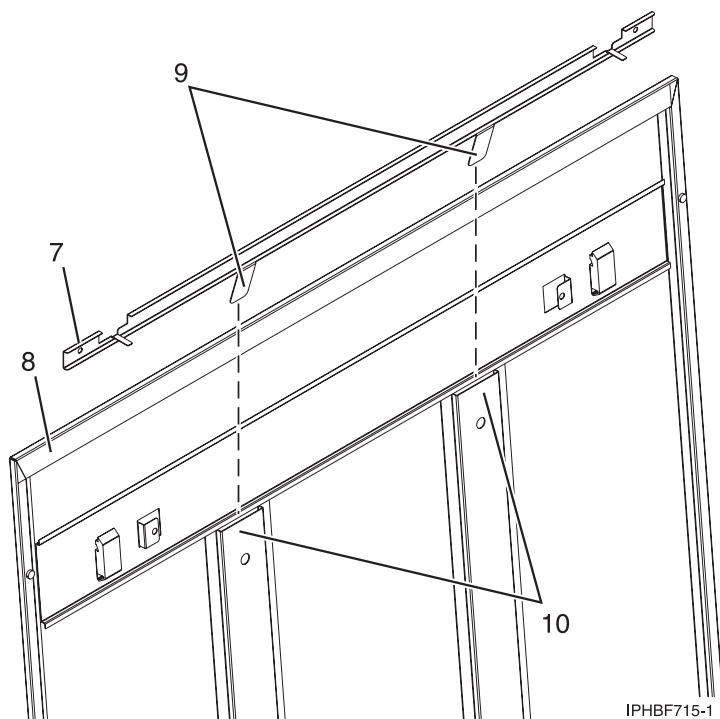

Abbildung 27. Sicherheitsschiebeleiste installieren
- b. Achten Sie darauf, dass die flache Seite (7 in Abb. 27) der Schiebeleistenschiene zur Innenseite der Abdeckung (8) zeigt, und setzen Sie die beiden Zungen (9) der Schiebeleistenschiene in die beiden vertikalen Kanäle (10) der Seitenabdeckung ein.